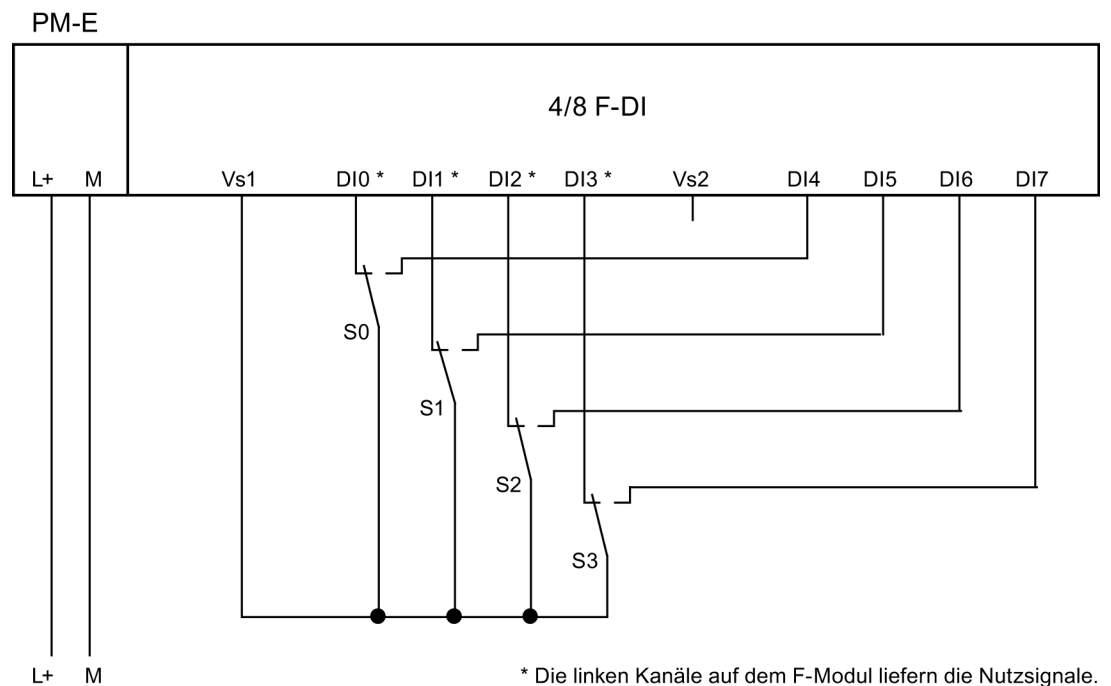
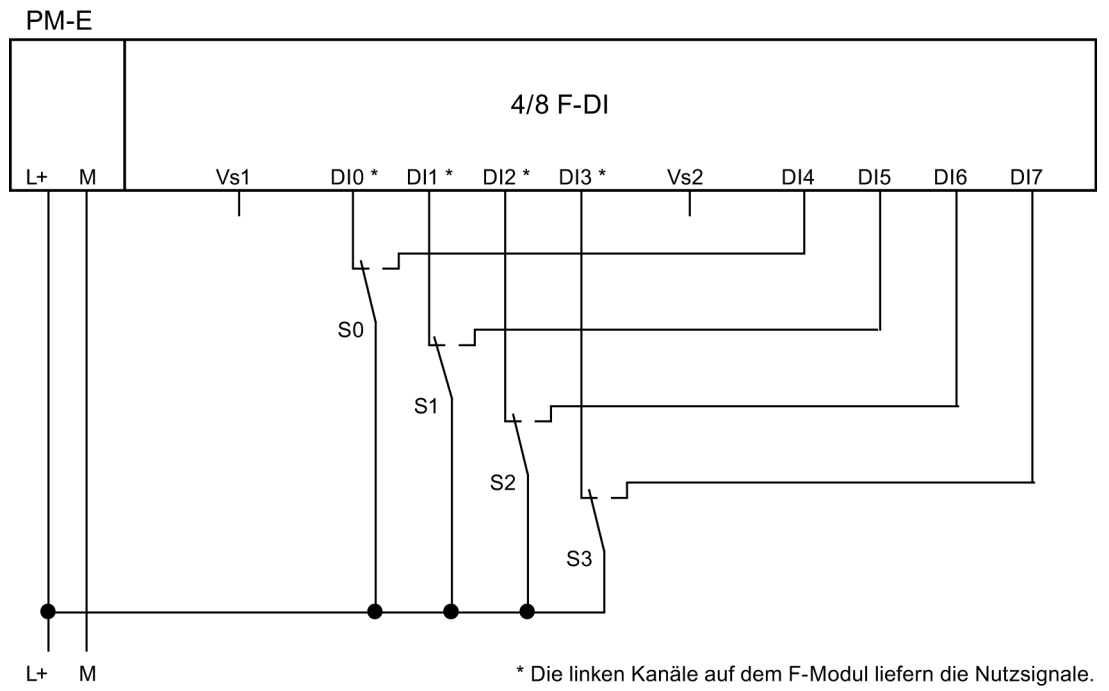
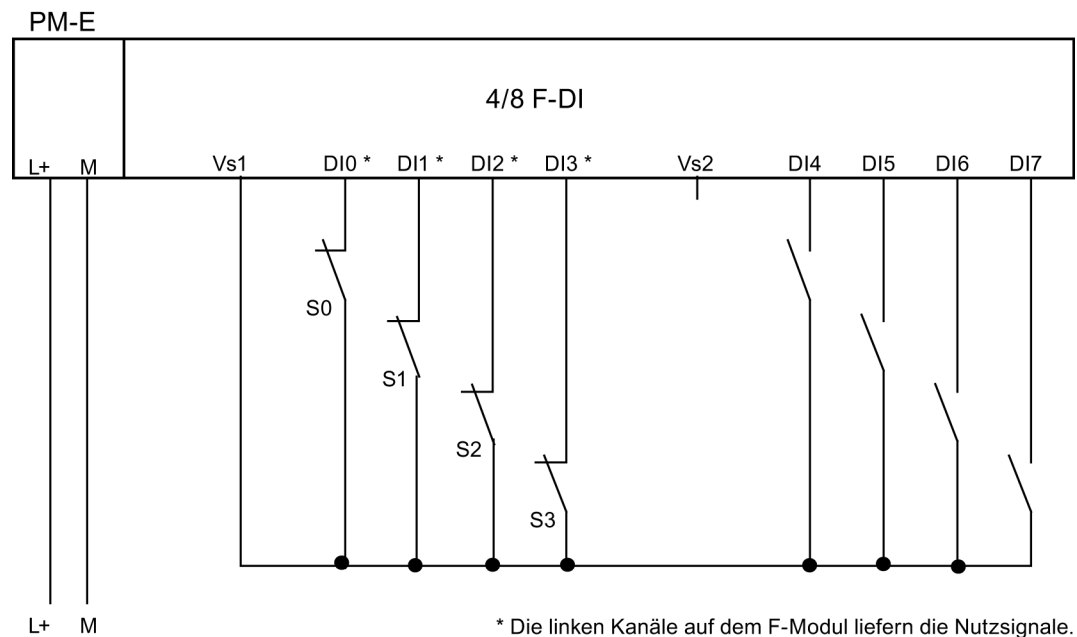

Bild 7-26 Verdrahtungsschema EM 4/8 F-DI DC24V - ein antivalenter Geber 2-kanalig antivalent angeschlossen, interne GV
Bild 7-27 Verdrahtungsschema EM 4/8 F-DI DC24V - ein antivalenter Geber 2-kanalig antivalent angeschlossen, externe GV
Bild 7-28 Verdrahtungsschema EM 4/8 F-DI DC24V - zwei einkanalige Geber 2-kanalig antivalent angeschlossen, interne GV
- Anwendungsfall 2.3, siehe Bild 7-26 Verdrahtungsschema EM 4/8 F-DI DC24V - ein antivalenter Geber 2-kanalig antivalent angeschlossen, interne GV (Seite 147) , Bild 7-27 Verdrahtungsschema EM 4/8 F-DI DC24V - ein antivalenter Geber 2-kanalig antivalent angeschlossen, externe GV (Seite 148) und Bild 7-28 Verdrahtungsschema EM 4/8 F-DI DC24V - zwei einkanalige Geber 2-kanalig antivalent angeschlossen, interne GV (Seite 149)